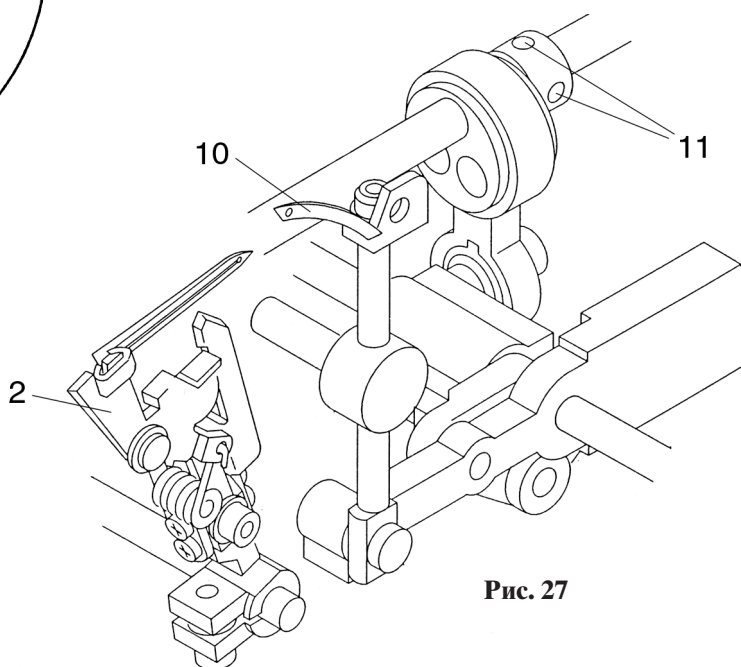

Рис. 27
- Ослабьте винты 11 приводного эксцентрика (рис. 27).
- Проверните приводной эксцентрик таким образом, чтобы расстояние, между носиком правого петлителя 10 и головкой левого петлителя 2 составляло от 0,5 до 1,0 мм. (рис. 27).
- Затяните винты 11 приводного эксцентрика (рис. 27).